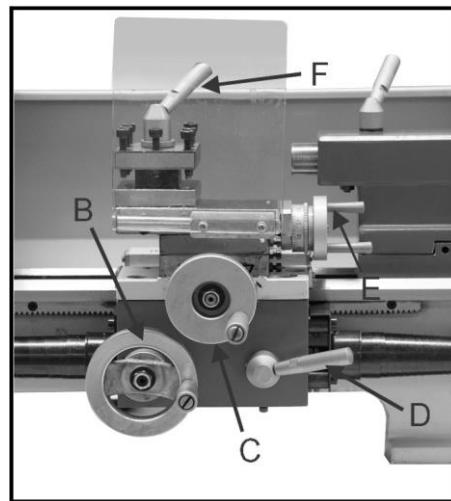

Рис. 12
4. Передняя траверса маховика (B, рис. 12)
5. Рычаг поперечной траверсы (C, рис. 12)
6. Рычаг (D, рис. 12)
7. Рычаг шкива перемещения упора (E, рис. 12)
8. Рычаг зажима резца (F, рис. 12)